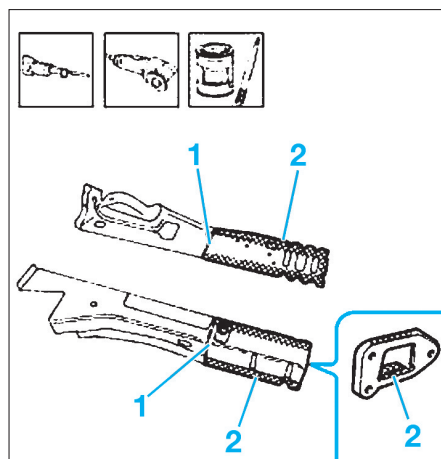

FIG. 3
- Appliquer l'apprêt électrosoudable sur les bords de la coque à souder en zone (1) et (2) (Fig.3).